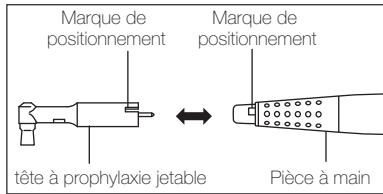

Fig. 3
- La marque de positionnement de la tête Prophy jetable peut différer selon le fabricant. Sa position peut différer de celle illustrée à la Fig. 3.